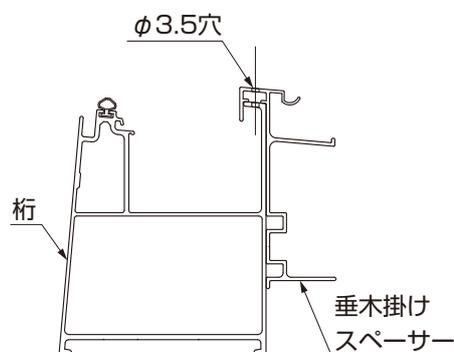

図8-14
- ⑤バルコニー前柵取付材Aを取付けない箇所の垂木掛けスペーサーも柵のフィンまで貫通で穴加工してください。(図8-14参照)
- ⑥④と⑤の加工穴に【12-1】を取付けて垂木掛けスペーサーを固定してください。